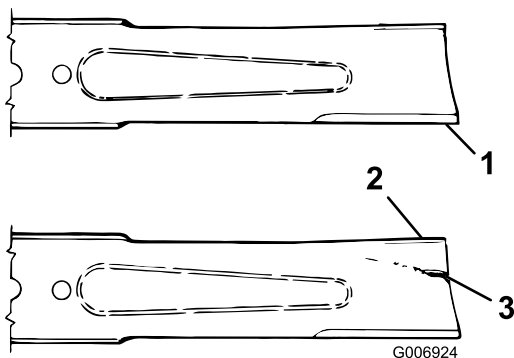

Figura 84
3. Examine cuidadosamente los extremos de corte de la cuchilla, sobre todo en el punto de reunión entre la parte plana y la parte curva de la cuchilla (**Figura 84**).
4. Si se aprecia desgaste (**Figura 84**), cambie la cuchilla; consulte Retirada e instalación de una cuchilla (página 64).